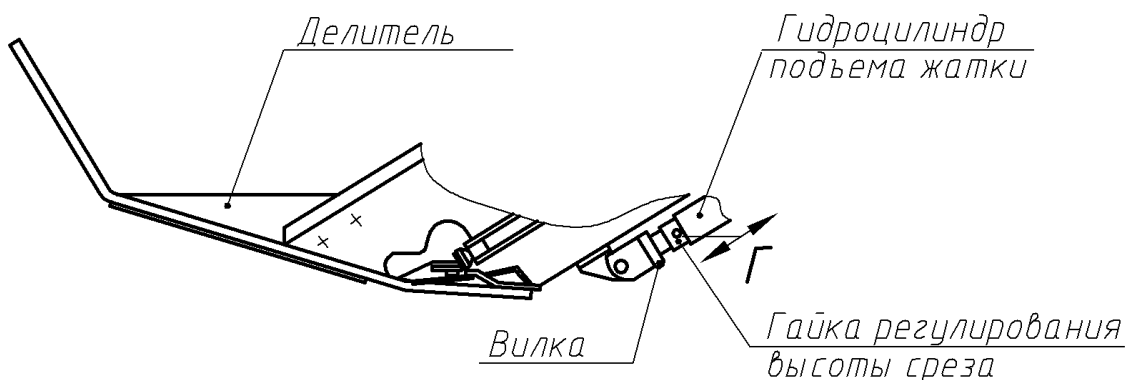

Рисунок 9 – Установка левого делителя и регулировка высоты среза
6.3.7 Установите левый делитель (рисунок 9).
7.3 В зависимости от микрорельефа поля, наличия камней, плотности и влажности почвы необходимо выбрать оптимальную высоту среза, установив ее регулировочной гайкой на штоке гидроцилиндра подъема жатки (рисунок 9).